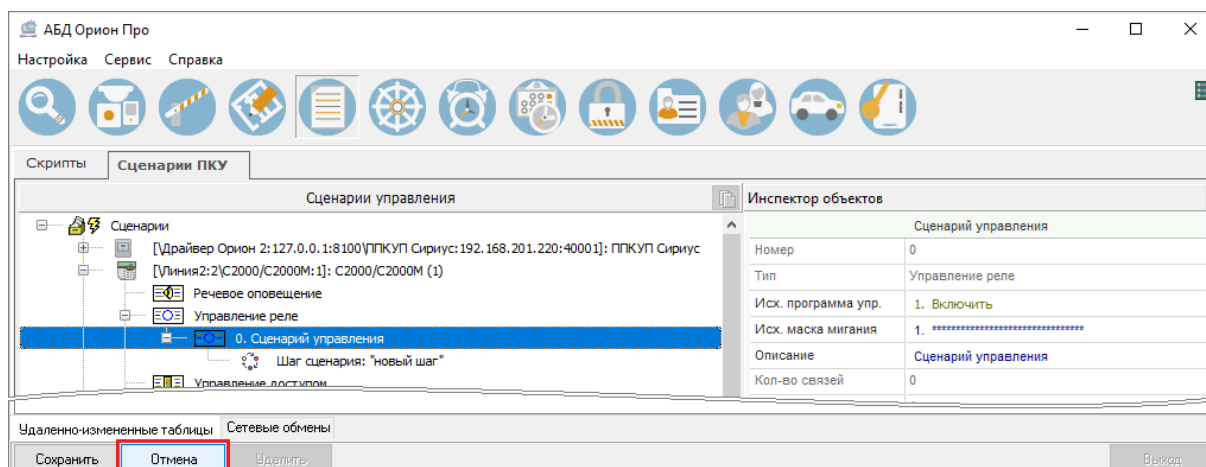

Рисунок 6-657 Выход из режима редактирования без сохранения изменений
- 2) Для выхода из режима редактирования без сохранения изменений нажмите кнопку «Отмена» (см. Рисунок 6-657) – все изменения, внесенные после перехода в режим редактирования, будут отменены.